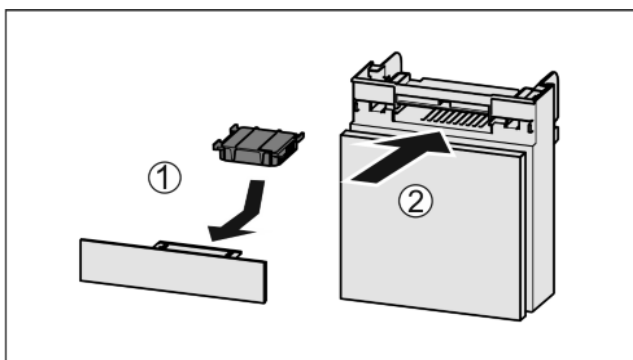

Fig. 50
- ▶ Aktivkohlefilter nach Abbildung einsetzen Fig. 50 (1).
- ▶ Fach einschieben Fig. 50 (2).